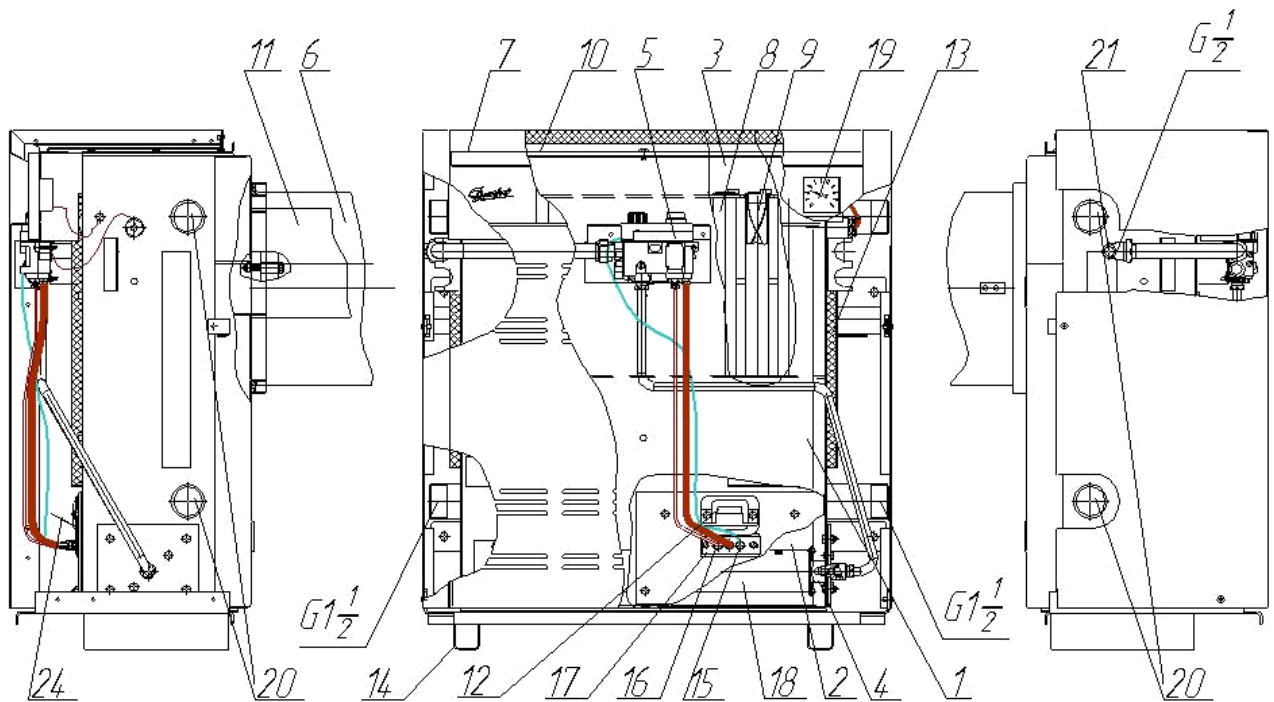

Рисунок 3.
Газовая автоматика «HONEYWELL» (Рис.3) состоит из газового клапана V5475 -поз.5 с терморегулятором-2 и пьезозажигалкой -1 (Рис.3а); запальной горелки-17 с термопарой-16 и электродом-15.
Рисунок 3а.
7.8.1. При применении автоматики «**HONEYWELL V5475**» (Рис.3):
- убедитесь, что котел выключен – указатель ручки 1 (Рис.3а) совмещен с точкой белого цвета на панели, а ручка 2 повернута по часовой стрелке до упора;